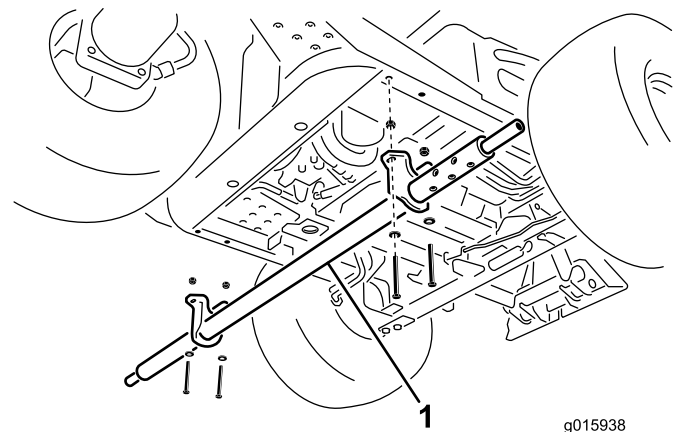

Figura 4
2. Prenda os suportes de montagem do tubo transversal aos tubos da estrutura com 4 parafusos (3/8 x 3 pol.), anilhas planas e porcas de bloqueio (3/8 pol.) (Figura 4).
1. A partir do lado esquerdo da máquina, deslize o conjunto do tubo transversal sob a máquina, alinhando os furos de suporte de montagem com os furos em cada tubo de estrutura (Figura 4).